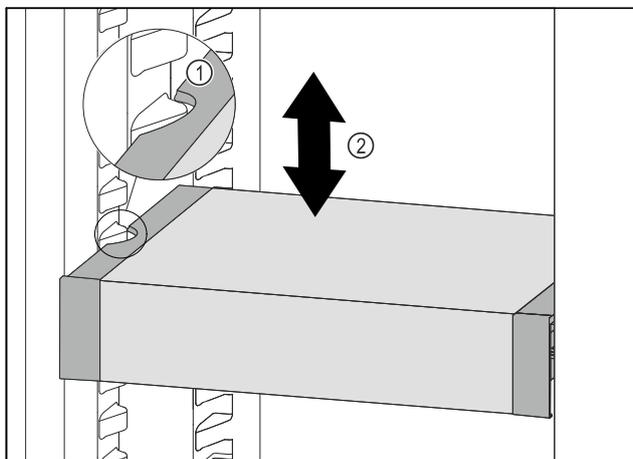

Fig. 127
- VarioSafe vucite prema naprijed sve dok se bočni otvori VarioSafe ladice ne nađu na visini žlijeba spremnika u hladnjaku. Fig. 127 (1)
- Pomičite ladicu VarioSafe u hladnjaku prema gore ili dolje sve dok ne dosegnete željenu visinu. Fig. 127 (2)